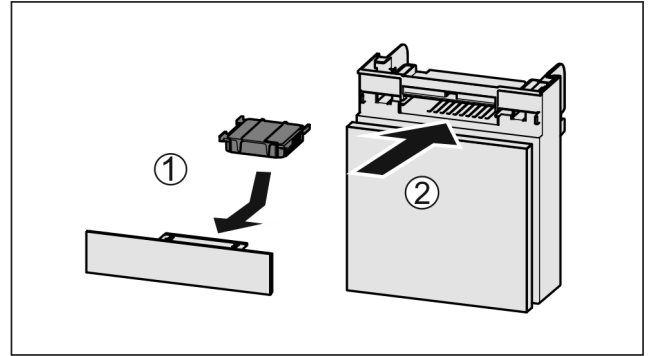

Fig. 238
- ▶ 按图装入 Fig. 238 (1) 活性炭过滤器。
- ▶ 推入 Fig. 238 (2) 抽屉。